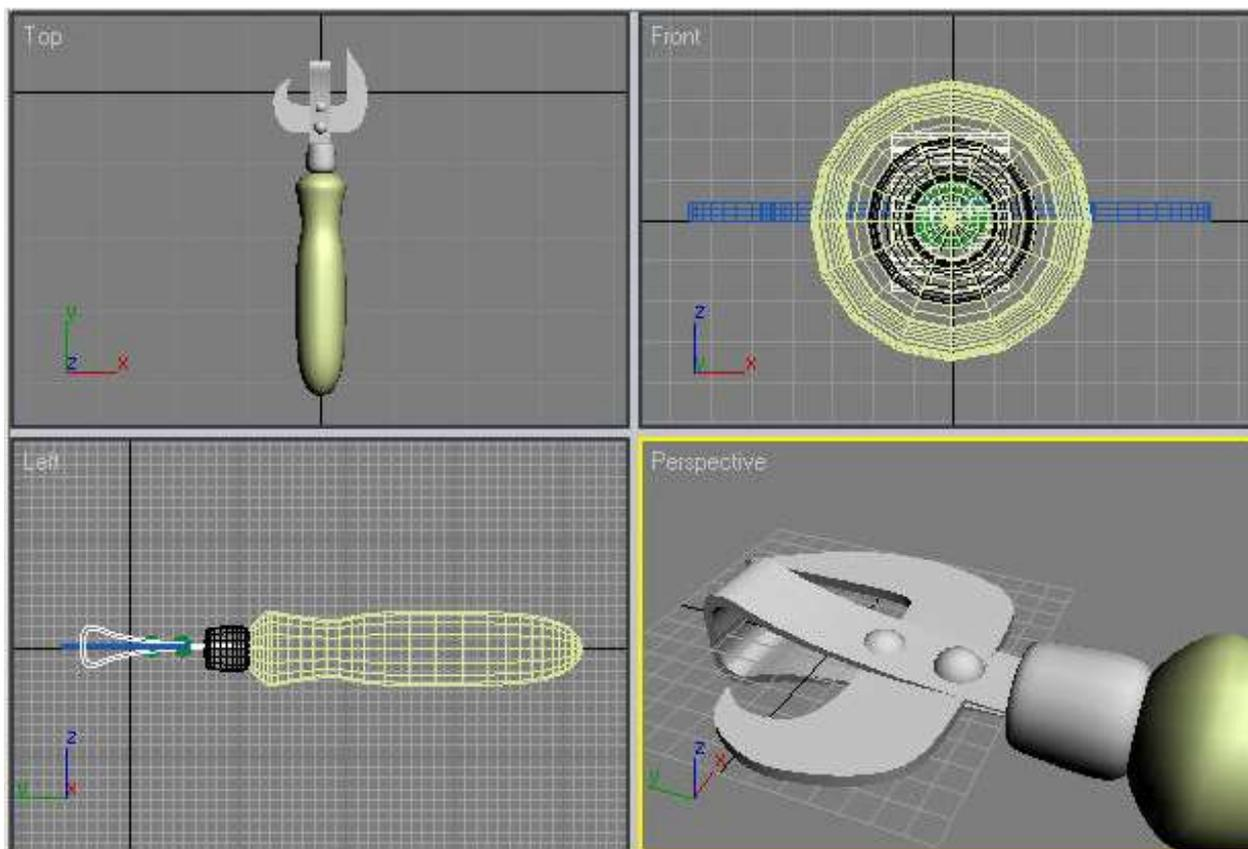

Рис. 28 – Консервный нож с заклепками
5. Часто при создании трехмерных моделей едва ли не главную роль играют небольшие детали, которые делают объект более реалистичным. Для консервного ножа такими деталями являются заклепки, расположенные на его металлической части. Создайте их самостоятельно при помощи стандартного примитива **Sphere** (Сфера). Итоговый вариант ножа показан на рис. 28.